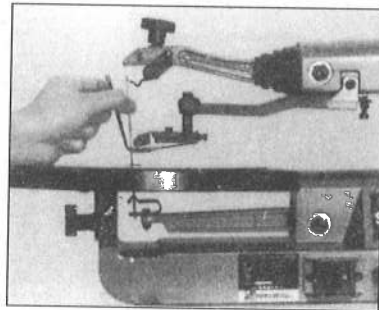

図4
- ブレードの刃を下むきに、テーブルの中央の穴に差し込んでください。(図4、5参照)